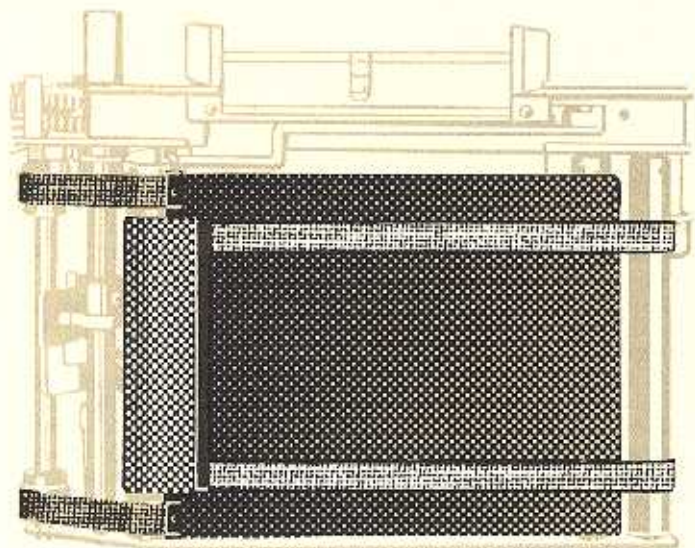

Abb. 4
- Abb. 4 – Rollos aufgezogen –